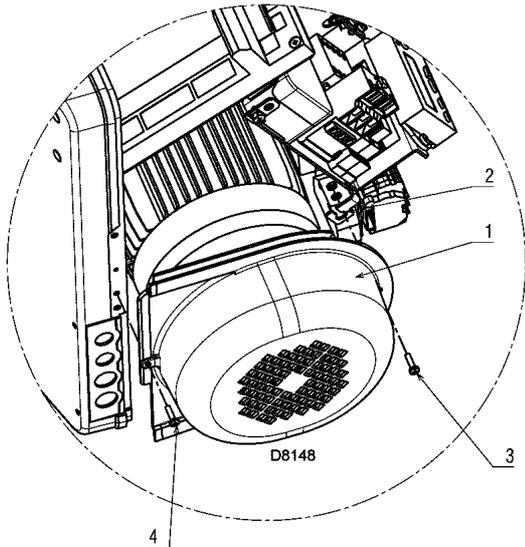

Рис. 11
Закрепите площадку на передней панели горелки с помощью винта (4). Смотри рисунок 11.